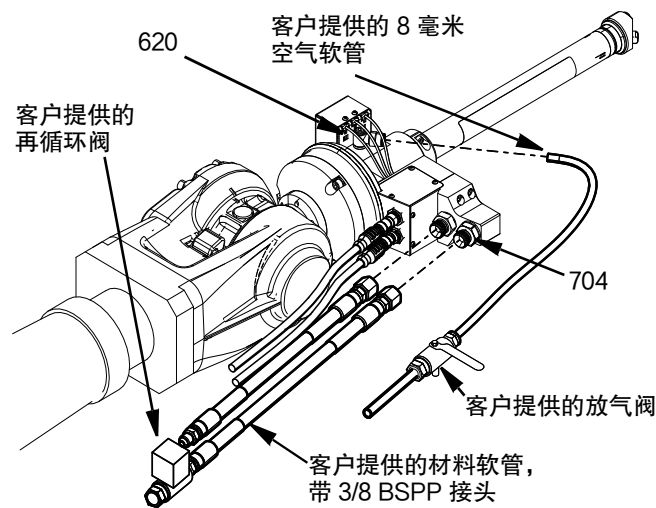

FIG. 6
供气阀通过 8 毫米聚氨酯软管连接到 Switch 3D 喷枪，并连接到旋转外壳 (619) 一侧的弯头旋转装置 (620)。客户必须在供气阀和 Switch 3D 喷枪连接之间安装排气阀。参见 FIG. 6。
供料和回流软管使用 3/8 BSPP 连接器。供料软管连接到标有“入口”的端口。回流软管连接到标有“回流入口 2”的端口。(如果没有选择循环，则“回流入口 2”端口会用一个 3/8 BSPP 的插塞 (132879) 塞上。如果选择使用双材料，则两个连接都是入口 (没有回流)。参见 FIG. 6。
- 通过从机械臂悬架上打开和关闭每个阀，并监听操作中的柱塞声音，检查旋转装置室组件第 28 页上所示的电磁阀 (613) 是否正常工作。
- 打开客户提供的再循环阀，并通过该阀清除材料，直到清除材料回流管中的所有残留空气。参见 FIG. 6。
3. 通过关闭客户提供的泄压型空气阀来释放空气管路中的所有气压。参见 FIG. 6。
4. 如果按照上述步骤操作后喷嘴末端或原料软管堵塞或压力仍未完全释放，请非常缓慢地从 3/8 英寸 BSPP 入口接头 (704) 松开客户提供的材料软管，（参见 FIG. 6）